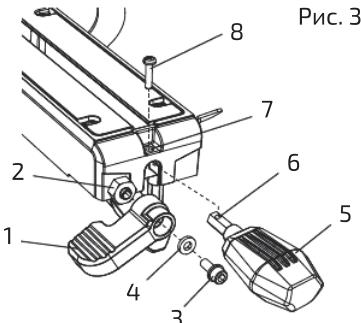

Рис. 3
1. Вставить рукоятку фиксации наклона (1) в ось (2) под углом примерно 30° (рис. 3).
2. Закрутить шестигранный винт (3) через шайбу (4) в рукоятку фиксации наклона (1).
3. Затянуть винт (4) шестигранным ключом 5 мм.
1. Вставить рукоятку поворота (5) в отверстие в передней части пилы и совместить отверстие (6) в рукоятке пилы (5) с отверстием (7) в передней части стола (рис. 3).
2. Вкрутить винт (8) через отверстие (7) в столе в отверстие (6) на рукоятке поворота (5).
3. Затянуть винт (8) отверткой.